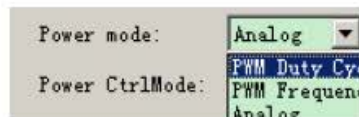

Fig. 3-13
- Modo de potência: Há três opções disponíveis, como na Fig. 3-13: